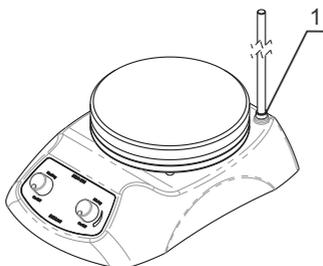

Рис. 1. Установка штатива
- Выкрутите винт из места крепления штатива (рис. 1/1) на задней стороне прибора и отложите до востребования.